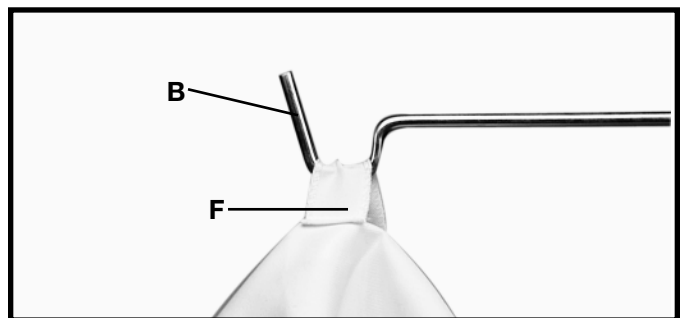

Fig. 14
2. Accrocher la boucle de la partie supérieure du sac-filtre (F) fig. 14, sur l'extrémité de la tige de support (B).